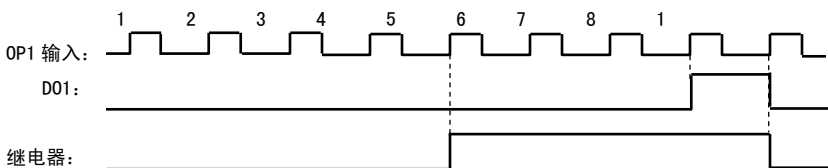

图 5-6 设定计数次数与指定计数次数示意图
- 设定计数次数是指从 OP1 输入多少个脉冲时，被编程为“设定计数值到达”功能的输出端子（D01 端子或继电器）输出一个计数宽度的脉冲。计数值到达“设定次数”后，计数重新开始。如图 5-6 所示：若 F313=1、F314=8，F301=8，当 OP1 输入第 8 个脉冲时，D01 输出一个指示信号。
如图 5-6 所示：若 F313=1、F314=8，F315=5，F300=9，当 OP1 输入第 5 个脉冲时，继电器输出一个指示信号，直到“设定计数次数 8”到达为止。